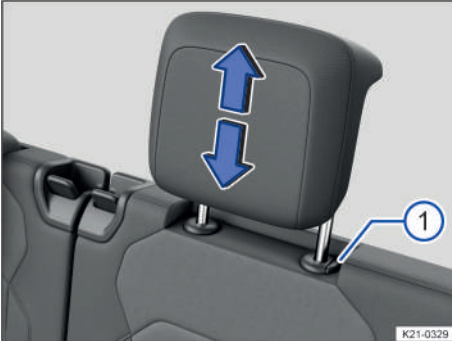
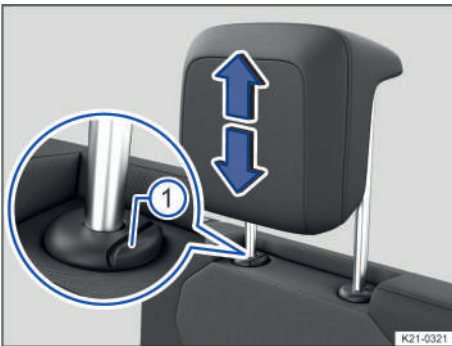

Fig. 104 Desmontaje de los apoyacabezas de la segunda fila (representación esquemática).
Fig. 105 Desmontaje de los apoyacabezas de la tercera fila (representación esquemática).
3. Extraiga el apoyacabezas completamente a la vez que presiona la tecla → fig. 104 ①.
4. Extraiga el apoyacabezas completamente a la vez que presiona la tecla → fig. 105 ①.
3. Baje el apoyacabezas a la vez que presiona la tecla → fig. 104 ① o → fig. 105 ①.